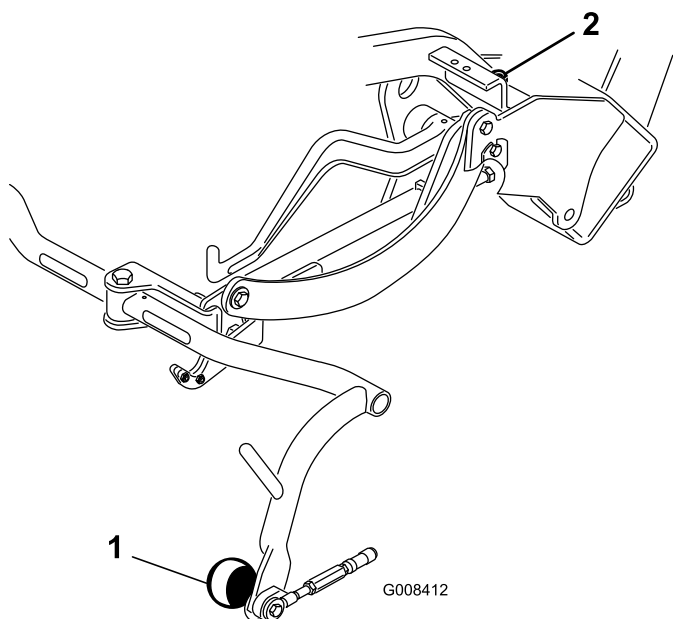

Figura 7
4. Se tiver de ajustar a folga, desaperte a porca de retenção no parafuso do batente da estrutura de suporte (Figura 7) e rode o parafuso para cima ou para baixo para elevar ou descer a estrutura de suporte. Aperte a porca de retenção para bloquear o ajuste.